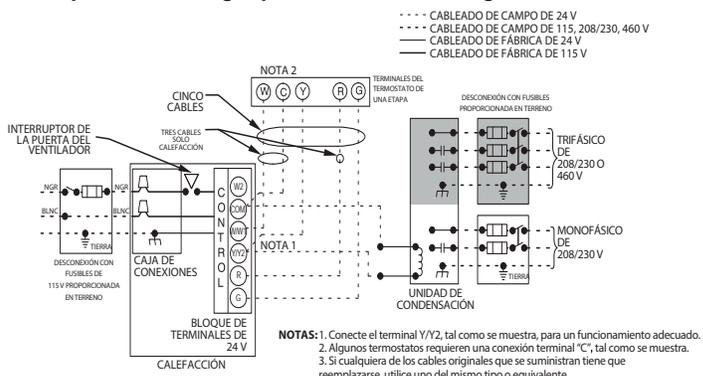

Fig. 32 – Diagrama eléctrico típico *in situ*
Consulte la Fig. 32 para ver un diagrama eléctrico *in situ* que muestra un cableado de 115 V típico. Compruebe que todas las conexiones de fábrica y realizadas sobre el terreno estén bien apretadas.
6. Conecte los cables de alimentación y neutro a los cables de alimentación del calefactor como se muestra en la Fig. 32.
5. Conecte los cables de alimentación y neutro del sitio a los cables de alimentación del calefactor como se muestra en la Fig. 32.